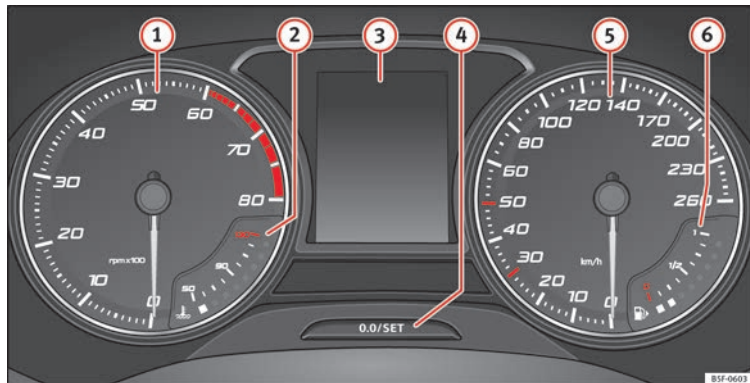

Abb. 117 Display des Kombi-Instrumentes in der Instrumententafel.
»» **Abb. 117:**
Der Drehzahlmesser zeigt die Motordrehzahl pro Minute an »» **Abb. 117** ①.
Die Nadel des Drehzahlmessers ① »» **Abb. 117** darf den roten Bereich nur für einen kurzen Moment erreichen, andernfalls besteht die Gefahr eines Motorschadens.
Beim Einschalten der Zündung können auf dem Display des Kombi-Instruments »» **Abb. 117** ③ je nach Fahrzeugausstattung verschiedene Informationen angezeigt werden:
- Drücken Sie kurz die Taste »» **Abb. 117** , um den Tageskilometerzähler auf 0 zurück zu setzen.
- Zum Einstellen der Uhrzeit die Taste »» **Abb. 117**  länger als 3 Sekunden gedrückt halten, um die Anzeige für Stunden oder Minuten auszuwählen.
Die Taste »» **Abb. 117**  länger als 15 Sekunden gedrückt halten, um die Motorkennbuchstaben (MKB) des Fahrzeugs anzuzeigen. Dazu muss die Zündung ein- und der Motor ausgeschaltet sein.
Die Kühlmitteltemperaturanzeige  » **Abb. 117** arbeitet nur bei eingeschalteter Zündung. Um Motorschäden zu vermeiden, beachten Sie bitte die folgenden Hinweise zu den Temperaturbereichen.